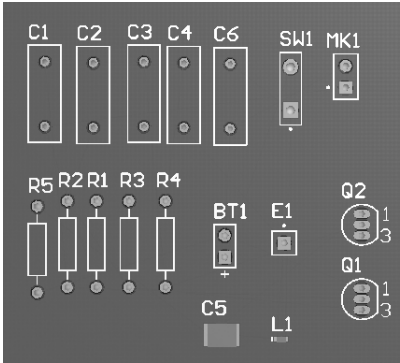

图 8-54 三维显示图
- 2) 选择菜单命令“察看”→“切换到三维显示”, 系统自动切换到三维显示图, 如图 8-54 所示。